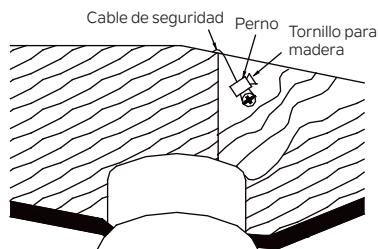

Figura 14
**Paso 2.** Inserte el cable de seguridad a través del soporte de montaje y uno de los orificios de la caja de salida en el techo. Ajuste la longitud del cable de seguridad para alcanzar el tornillo y las arandelas tirando del cable adicional a través de la abrazadera del cable hasta que la longitud total sea la correcta, vuelva a colocar el extremo del cable a través de la abrazadera del cable, formando un bucle en el extremo del cable. Apriete firmemente la abrazadera del cable. Ahora, coloque el lazo en el extremo del cable de seguridad sobre el tornillo para madera y debajo de la arandela. Apriete firmemente el tornillo de madera. (Figura 14)